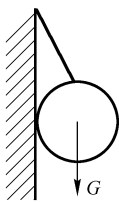

图 1
27. 如图 1 所示，球重为 G ，悬挂于绳上，并与光滑墙面相接触，在图 2 画出球的受力图。（7 分）